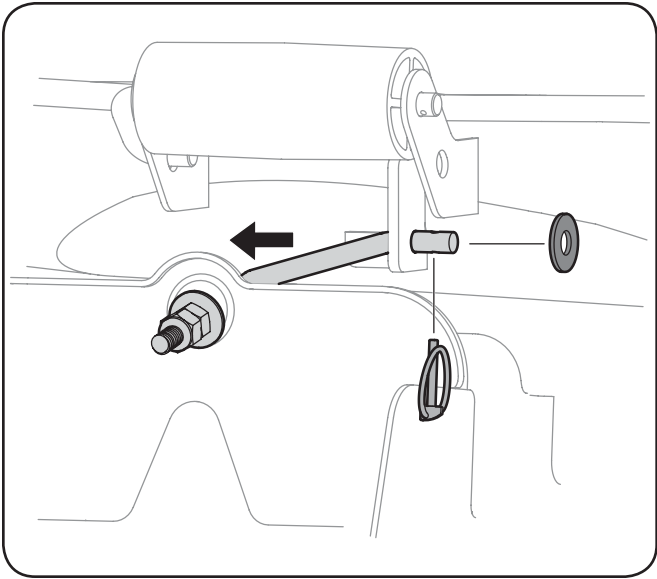

Figure 7-4
8. Dégagez la goupille fendue de l'extrémité de la tige de stabilisation et dégagez celle-ci du support d'accrochage du plateau de coupe. Voir la Figure 7-4.